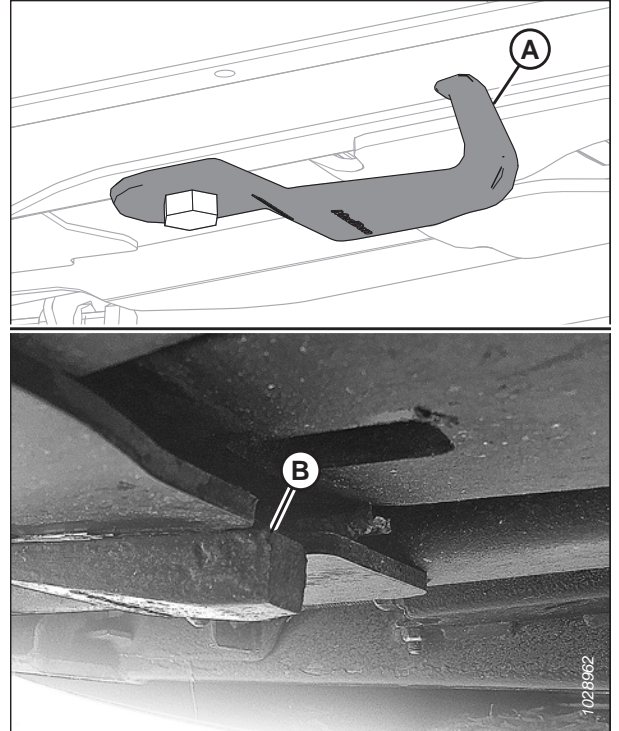

Figure 4.230: Crochets du support de bielle
La figure 4.230, page 391 montre un crochet du support de bielle non endommagé (A) et un autre endommagé (B). Un crochet de support de bielle étiré n'est pas illustré.